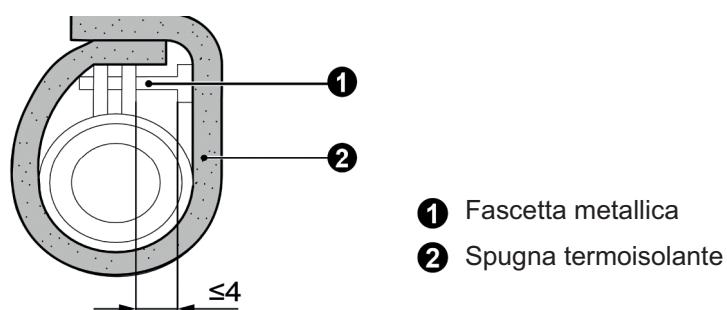

Fig. 4.9
- (2) Stringere la fascetta, mantenendo una distanza inferiore a 4 mm tra il dado ed il tubo.
- ① Fascetta metallica (accessorio)
- ② Tubo di scarico (accessorio)
- ③ Nastro grigio (accessorio)
- (3) Isolare la fascetta ed il tubo, come mostrato in Fig. 4.9.
- ② Spugna termoisolante (accessorio)